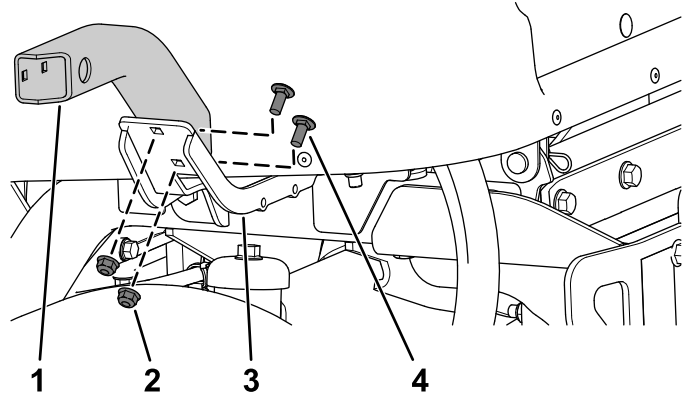

Bild 23
3. Befestigen Sie die linke kurze Befestigung und die rechte kurze oder lange Befestigung mit vier Schlossschrauben ($\frac{5}{16}$ " x $\frac{3}{4}$ ") und vier Bundmuttern ($\frac{5}{16}$ ") an der linken und rechten Befestigung, wie in **Bild 23** dargestellt.